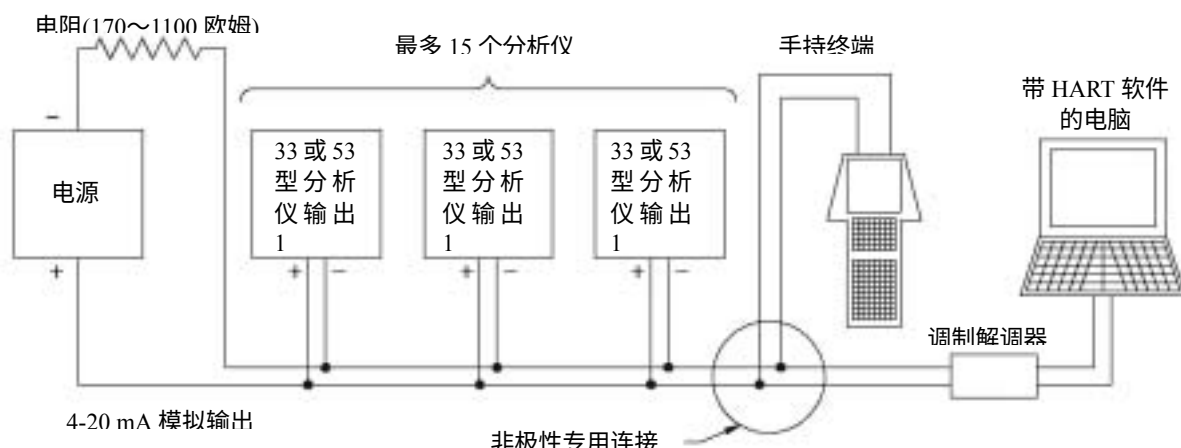

图3-4 HART 多分析仪布线方法 (用于多分析仪网络)
2. 参考图 3-4，并将每个分析仪的 4-20 mA 模拟输出 1 信号以并联的方式连接到一个电缆上，极性如图所示。